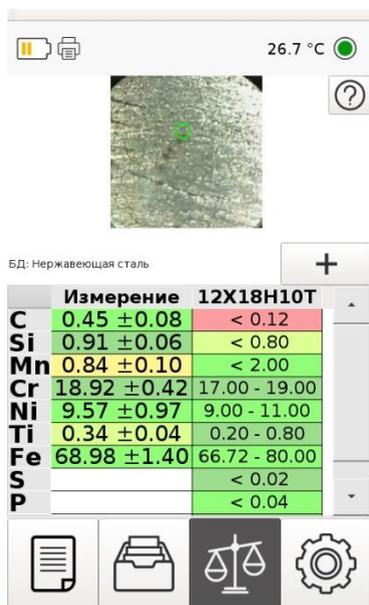

Рисунок 12 Окно измерений в режиме сравнения с маркой
- 4.4.7.6. В данном режиме в правой части таблицы концентраций химических элементов отображается состав выбранной марки материала, а в левой части фактически измеренные значения исследуемого образца (Рисунок 12).